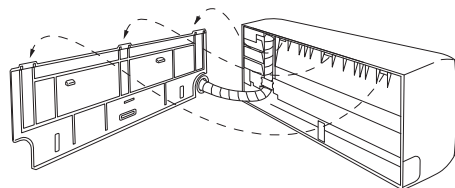

Fig. 3-97
- (5) Ensamble el tubo de refrigerante, la manguera de drenaje y el conducto (incluyendo el cableado entre unidades), tal y como se muestra en la Fig. 3-97.